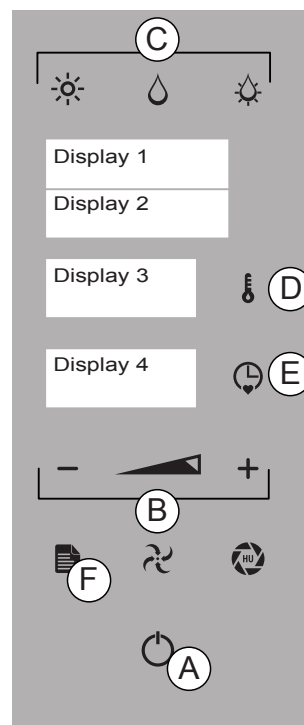

Fig.1
Per uscire dalla funzione e tornare al menù principale premere tasto "MENÙ" (Fig 1/F).
3. Con i tasti "MENO" e "PIÙ" (Fig 1/F) selezionare la funzione "DELTA T".
Premere il tasto "TEMPERATURA" (Fig 1/D) e impostare la costante differenza di temperatura tra camera di cottura e sonda al cuore compresa **fra 20° e 120°**.
Premere tasto "TEMPO" (Fig 1/E) e con i tasti "MENO" e "PIÙ" (Fig 1/B) scegliere la temperatura della sonda. Premere tasto "TEMPO" per confermare.
Premere tasto "INVIO" (Fig 1/A) per avviare la cottura.